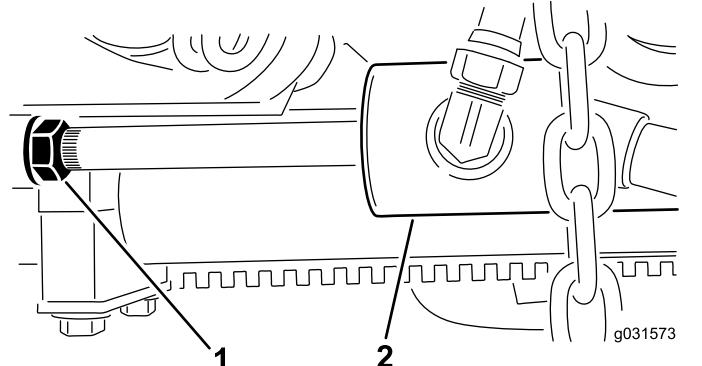

Bild 15
- A. Drehen Sie die die Klemmmutter am Zylinder heraus (Bild 15).